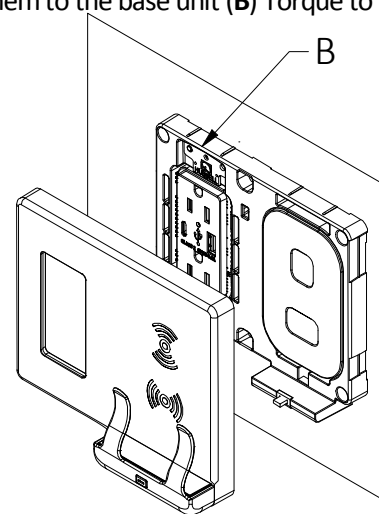

FIG.4
4) Alinee el montaje del teléfono y placa de pared (**A**) a la base (**B**) y coloque en su sitio presionando hacia abajo en las 4 esquinas. **Fig 4**. Si el cableado se realizó correctamente el LED **A1** alternará entre verde y azul antes de color verde sólido, que indica energía.
4) Align the wall plate & phone holder assembly (A) to the base unit (B) and snap it in place by pressing down on 4 corners **Fig.4.**
4) Aligner la plaque murale et le porte-téléphone (A) ainsi que l'unité de base (B) puis l'emboîter en exerçant une pression dans les quatre coins. **Fig. 4.**